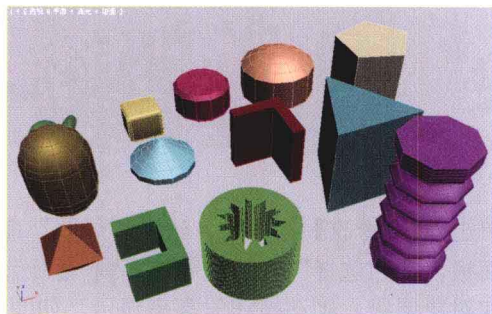

图1.3
- 扩展几何体：相对复杂的几何体。如倒角柱体、纺锤体等，效果如图1.3所示。